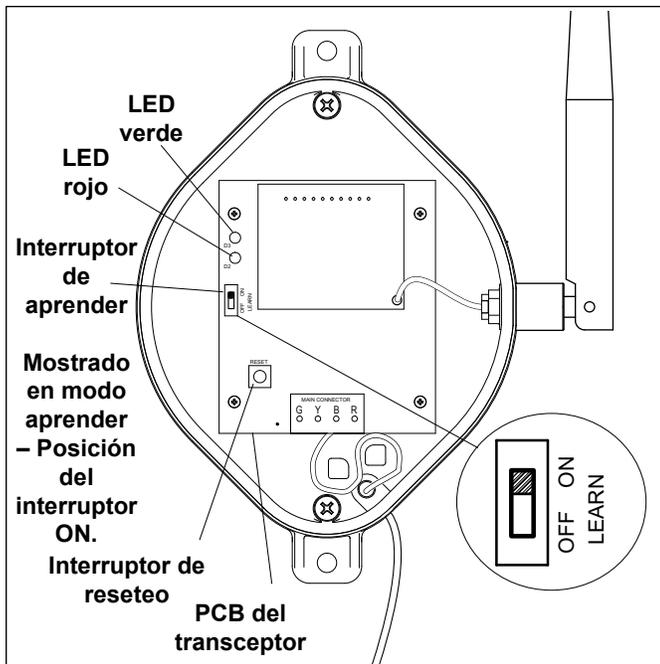

Figura 22. Interruptor de aprender del panel de carga PCB de la caja de conexión del transceptor
5. En la caja de conexión del transceptor del PCB deslice el conmutador de aprender a la posición LEARN (ON). Véase Figura 22.
Cambie el conmutador de la posición de aprender LEARN (OFF) y presione el botón de resetear de la caja de conexión. El LED rojo y el verde se encenderán en la caja de conexión al mismo tiempo (véase Figura 22).